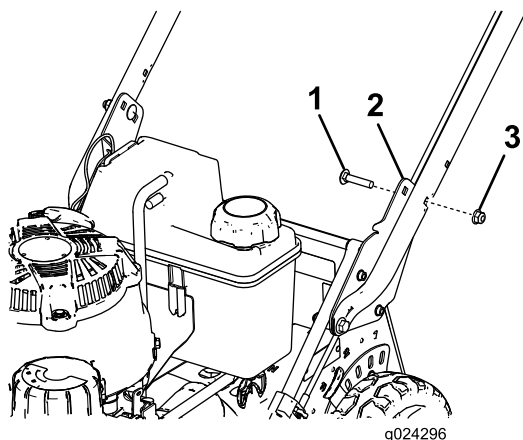

Figura 5
5. Prenda a pega aos suportes à altura pretendida. Utilize dois parafusos de carroçaria (5/16 x 1-1/2 polegadas) e duas porcas flangeadas (5/16 polegada), tal como se ilustra na Figura 5.